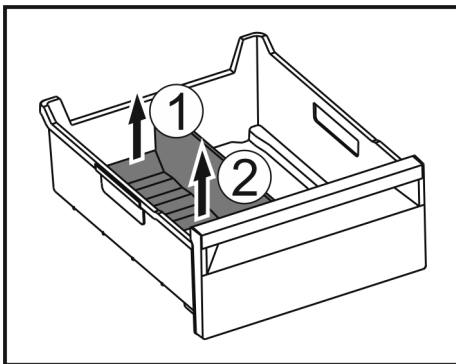

Fig. 134
- Hinteren Teil des Eisfach-Trenners anheben. Fig. 134 (1)
- Eisfach-Trenner nach oben entnehmen. Fig. 134 (2)